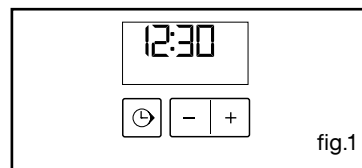

fig.1
Op de programmaschakelaar moet de tijd vermeld staan, deze mag niet knipperen. (fig.1).
- Schroef het verlichtingskapje los (fig.1).